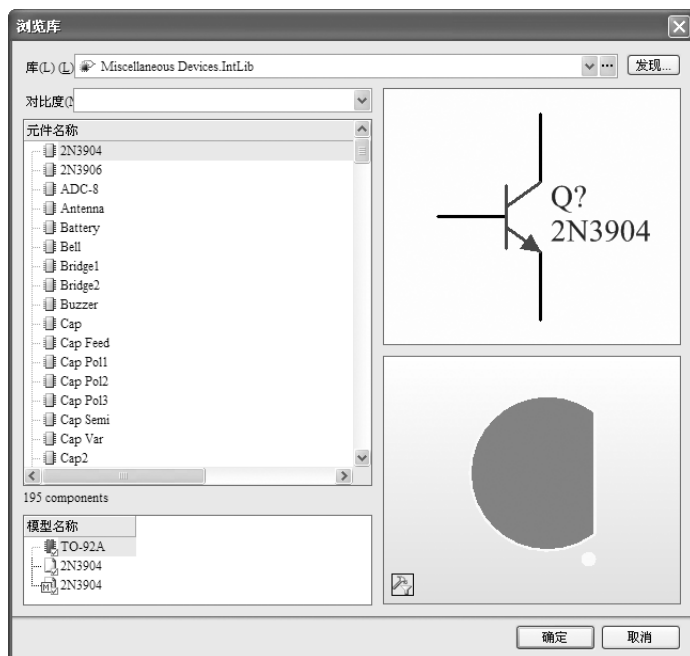

图 2-61 “浏览库”对话框
1) 在“放置端口”对话框中，单击“物理元件”下拉列表框右侧的“选择”按钮，系统将弹出如图2-61所示的“浏览库”对话框。在元件库“Miscellaneous Devices.IntLib”中选择元件2N3904。